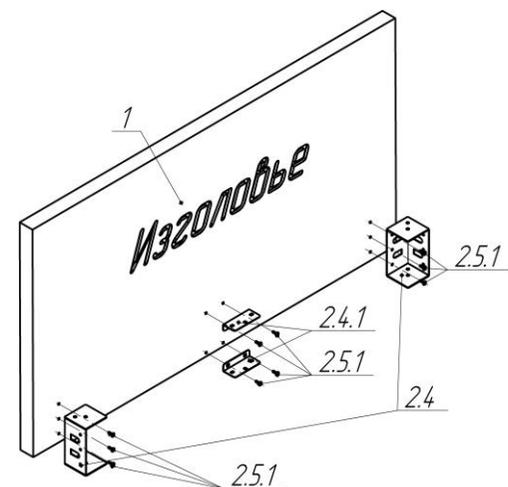

Рисунок 3 – Изголовье кровати
3. Затем состыковать изголовье кровати поз.1 со свободной стороной кронштейнов поз.2.4. Наживить винты М6х20 (М6х25) поз.2.5.1 (3 шт.) в крепёжные отверстия изголовья, то же сделать с противоположной стороны. Кронштейны (малые) поз.2.4.1 (2 шт.) установить на изголовье на уровне верхней и нижней поверхностей кронштейна, наживить винты М6х20 (М6х25) поз.2.5.1 (4 шт.) в крепёжные отверстия (Рисунок 3).